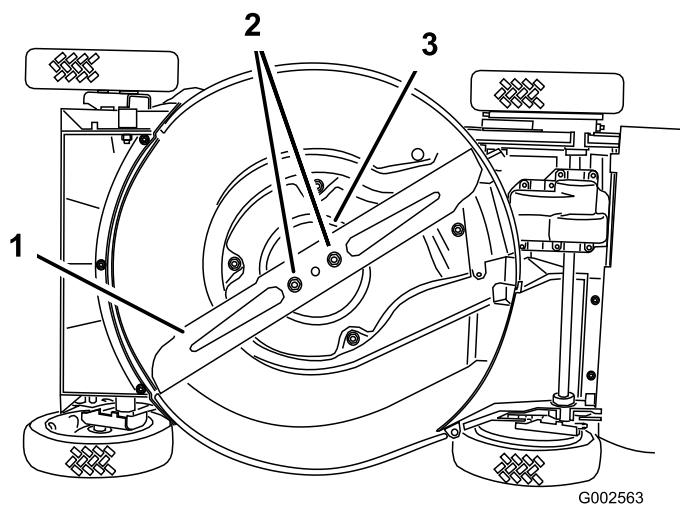

Figure 30
Tenez la lame à son extrémité avec un chiffon ou un gant épais. Retirez les écrous de la lame, la coupelle de protection et la lame (Figure 30).
5. Retirez les 2 écrous de la lame, la coupelle de protection et la lame (Figure 30).